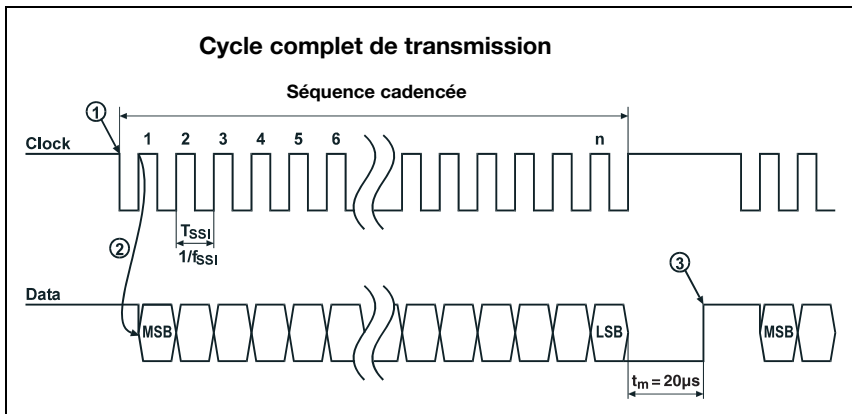

Figure 10.1 : Déroulement de la transmission de données SSI
À l'état de repos, la ligne d'horloge tout comme celle de transmission des données sont de niveau HIGH. Lors du premier flanc HIGH-LOW (point ① sur la figure 10.1), les données du registre interne sont mémorisées. Cela garantit que les données ne changent plus pendant la transmission série de la valeur.
Lors du passage suivant du signal d'horloge du niveau LOW au niveau HIGH (point ② sur la figure 10.1), la transmission de la valeur de position commence avec le bit de poids fort (MSB). Lors de chaque changement du signal d'horloge de LOW à HIGH, le bit suivant (poids décroissant) est envoyé sur la ligne de transmission des données. Une fois le bit de poids le plus faible (LSB) émis, la ligne de transmission des données passe au niveau LOW (fin de transmission) avec le dernier passage du signal d'horloge du niveau LOW au niveau HIGH.
Une bascule monostable redéclenchée par le signal d'horloge impose d'attendre avant que l'interface SSI puisse être appelée pour la prochaine transmission. Il en résulte aussi un temps de pause minimal entre deux séquences consécutives. Une fois le temps $t_m = 20\mu s$ écoulé, la ligne de transmission des données repasse au niveau de repos (HIGH) (point ③ sur la figure 10.1), ce qui signale que l'échange de données est complètement terminé et que le système est à nouveau prêt à émettre.